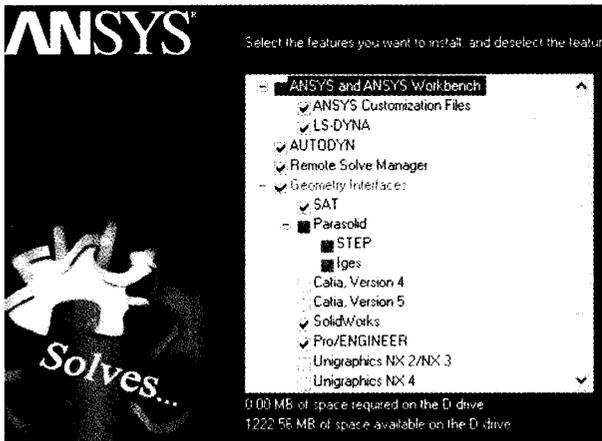

图1 Ansys的接口选项
① 首先安装 Pro/E (其他的 CAD 软件也一样, 必须在安装 ansys 之前完成安装, 否则无法完成接口的连接), 确定安装成功后, 运行 Pro/E, 在它的工具栏并没有建立与 Ansys WorkBench 的连接。② 安装 Ansys WorkBench, 进入到安装向导即可选择要建立接口的 Pro/E, 如图 1 所示, 接着把目录指向 Pro/E 的安装目录, 安装完成后关闭对话框。③ 打开 Pro/E, 发现菜单栏上多了一项 ansys 11.0 的菜单, 如图 2, 在 Pro/E 中建立好模型后即可直接导入到 ansys 和